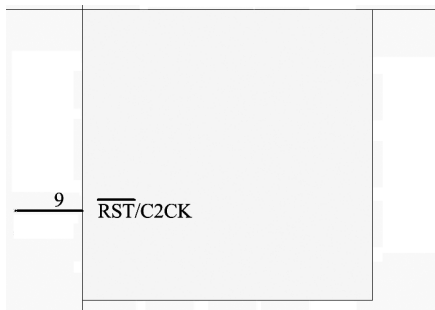

图 11-11 设置好属性的引脚
(4) 设置完毕后，单击“确定”按钮，关闭该对话框，设置好属性的引脚如图 11-11 所示。